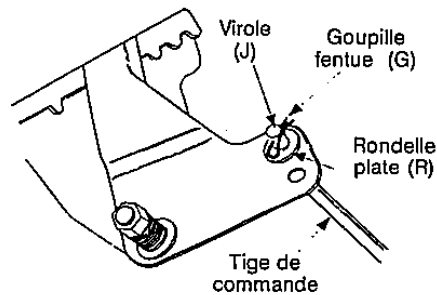

FIGURE 12A - Position du bras de commande sur les modèles sans les roues orientables.
brusquement le levier de vitesses le plus loin possible pour engager la marche avant la plus rapide. Filetez la virole sur la tige de commande selon le besoin, jusqu'à ce que la virole soit alignée avec le trou du haut du levier de vitesses. Installez la virole du côté gauche de la souffeuse, dans le trou du haut du levier de vitesses. Voir les figures 12A et 12B. Maintenez le tout en place avec une rondelle plate (R) et une goupille fendue interne (G).